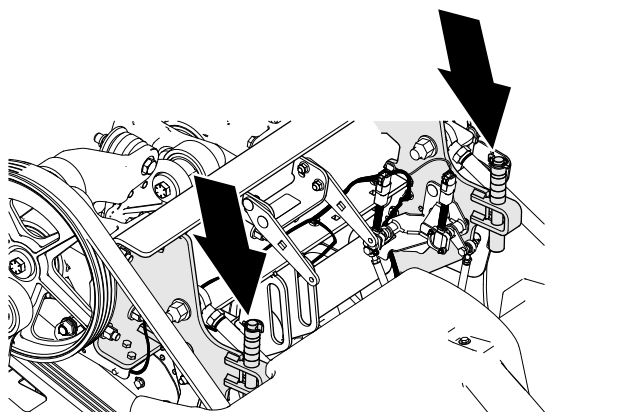
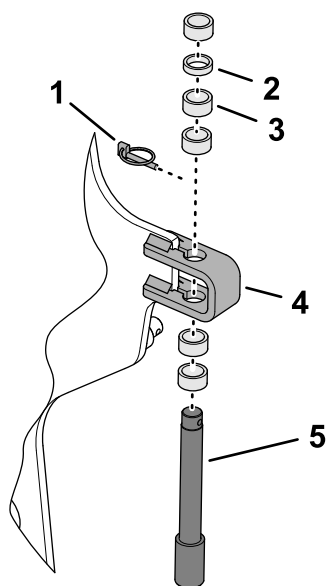

Figure 111
Figure 112
3. Retirez la goupille à anneau qui fixe la goupille et les entretoises de butée de profondeur au support de butée (Figure 111 et Figure 112).